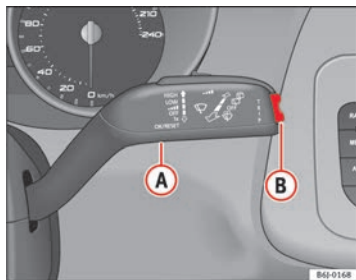

Abb. 33 Scheibenwischerhebel; Taste A und Wippentaste B
- Bei eingeschalteter Zündung kurz die Taste \Rightarrow Abb. 33 **A** im Scheibenwischerhebel betätigen, um zwischen den beiden Speichern zu wechseln.